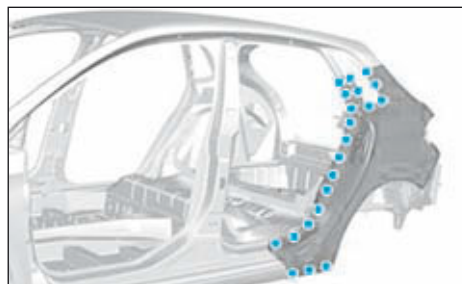

FIG.106
- points électriques (Fig.106).